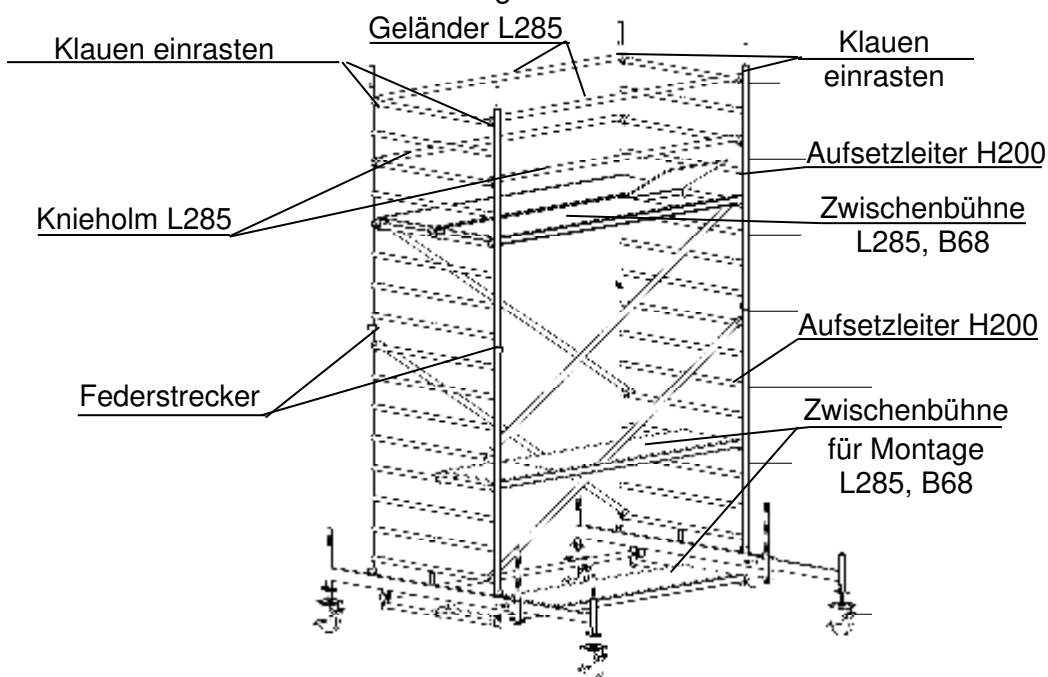

Bild 12: Zwischenbühne Standhöhe 3.45 m
- Eine Arbeitsbühne L285, B68 mit Klappe und eine Arbeitsbühne ohne Klappe als Zwischenbühne auf die jeweils 4. Sprossen der oberen Aufsetzleitern legen und die Schnellverschlüsse einrasten. Zum Seitenschutz der Zwischenbühne (Bild 12) siehe Beschreibung zu Bild 10.